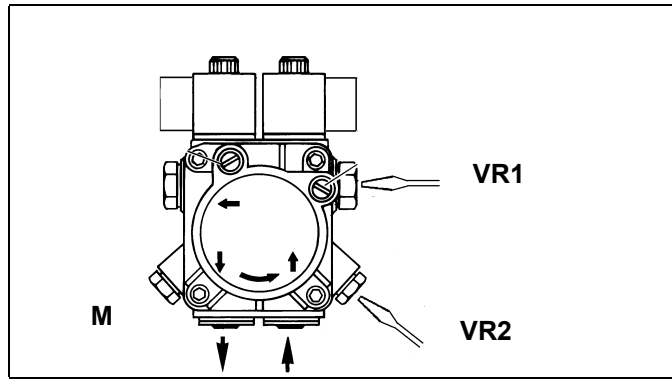

Рис. 13
- 3 во время предварительной продувки выпустить воздух со штуцера (**M**) манометра насоса (Рис. 13), расслабив слегка заглушку, но не снимая ее; затем освободить контактор.
4 опять же на фазе предварительной продувки, настроить давление насоса, с помощью винта **VR1** (Рис. 13), на основании требуемого расхода в режиме малого пламени (например 9-10 бар), не опускаясь ниже 8 бар;
5 после фазы розжига вывести горелку в режим большого пламени с помощью термостата **TAB**; подается команда на работу второй ступени (большое пламя); отрегулировать давление насоса, с помощью винта **VR2** (Рис. 13), на основании требуемого расхода на большом пламени (например 24-25 бар), не превышая значения 25 бар.